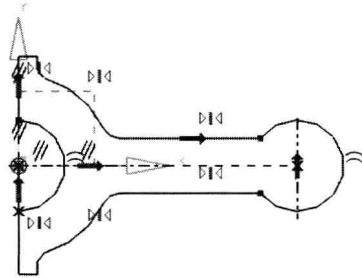

图1-17 添加几何约束
②02: 按照同样的方法添加其他的几何约束, 完成后的图形如图1-17所示。